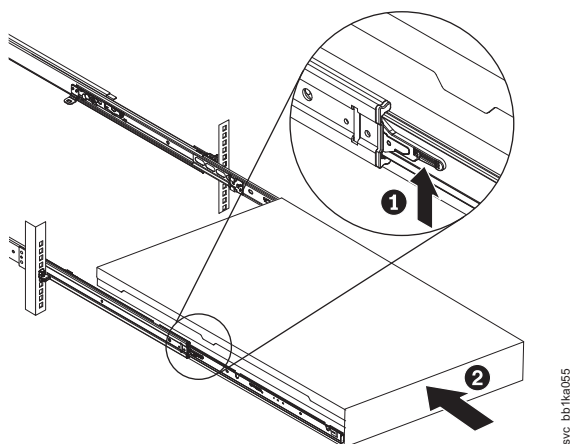

Figura 200. Levantando as alavancas de travamento do SAN Volume Controller 2145-DH8 os trilhos deslizantes do rack
13. Levante as alavancas de travamento (**1** na Figura 200 na página 247) nos trilhos deslizantes e empurre o servidor **2** inteiro no rack até que ela encaixe no lugar.